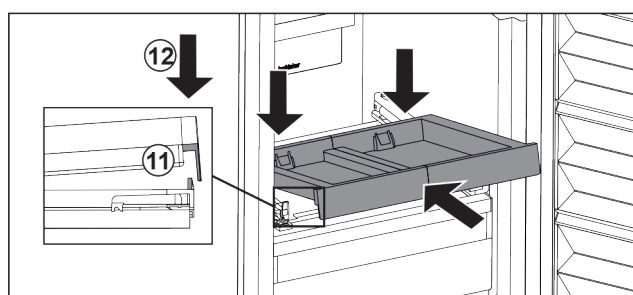

Fig. 29
- ▶ Wsunąć pod skosem. Zwrócić uwagę, aby ogranicznik znajdował się po obu stronach za nakładką. Fig. 29 (11)
- ▶ Osadzić wysuwaną półkę z przodu. Fig. 29 (12)